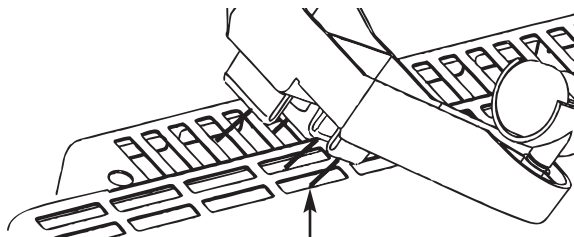

Figura 1
1. Si el calefactor se va a utilizar como unidad **portátil**, deben colocársele las patas de soporte. Retire las dos patas de la caja de accesorios. Coloque el calefactor en el piso e inserte las dos patas en los agujeros rectangulares de los lados izquierdo y derecho, cerca de los extremos del fondo del calefactor; asegúrese de colocar los 4 clips de cada pata en los agujeros (vea la Figura 1). Presione firmemente para que encajen bien en su posición (un destornillador plano pequeño puede ser necesario para los clips). Después de acomodar ambos lados coloque el calefactor en posición vertical sobre las ruedas, y póngalo en **FUNCIONAMIENTO**.